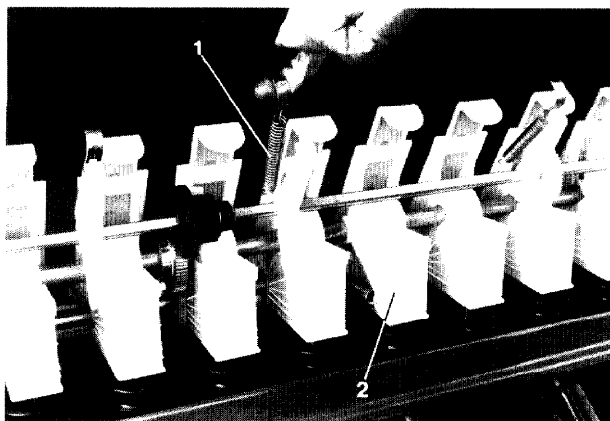

Fig. 114
De voorliggende as van de zaairad-rijsporenschakeling (indien aanwezig) wordt, na het losmaken van de trekveren (fig.114/1) met de zwenklagers, naar onder geklapt.
- De druklagers (fig.114/2) na het ontspannen van de trekveren afnemen.